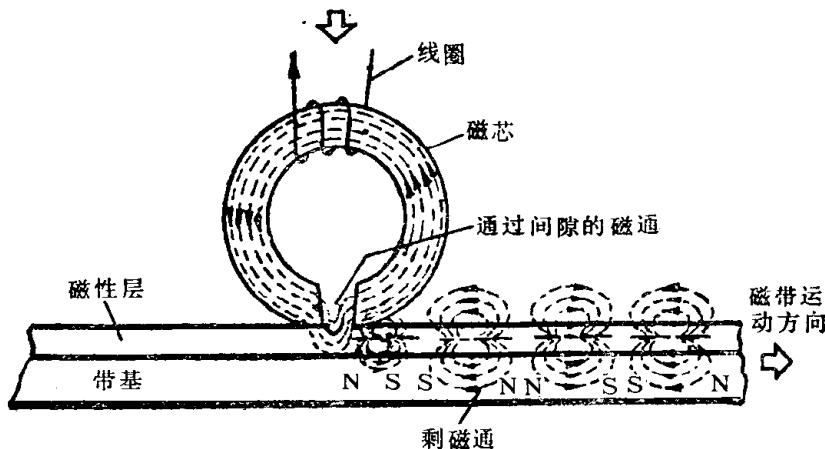

图 2 磁头结构和磁带记录原理
(1) 磁头。磁头的结构原理如图 2 所示。它是一个有极小缝隙的导磁环路，上边绕有线圈，当线圈内通以交变电流（音频电流或视频电流等）时，缝隙间就有随交变电流变化的磁场。缝隙紧贴磁带，磁场经磁带的磁粉形成闭合的磁回路，于是磁粉被磁化，运动的磁带离开磁头缝隙时就留下了